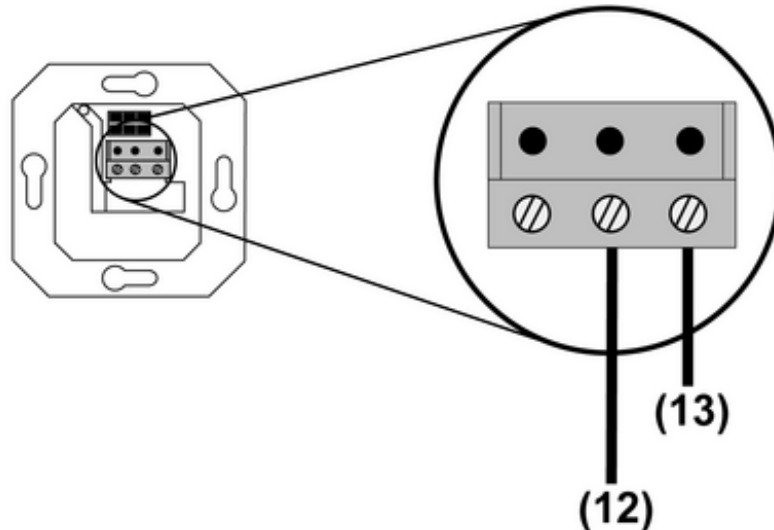

Figura 3
- Collegare il cavo sensore al blocco morsetti nell'inserto veneziana secondo lo schema di collegamento (figura 3).